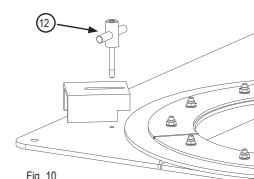

Fig. 10
5. If the elevator includes the base plate, screw the drum stops on it (12) (fig. 10)
10. Om enheten levereras med basplatta, skruva fast de två fathållarna (12) (fig 10.)